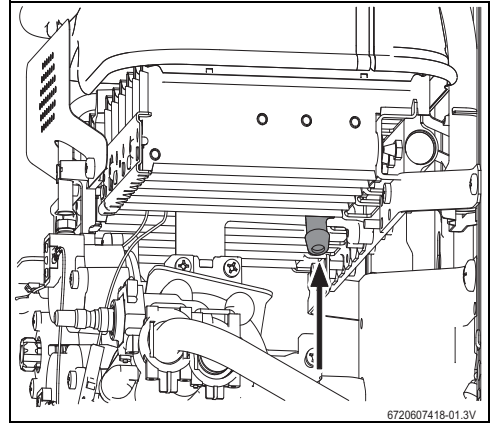

Fig. 12 Punto de medición de presión
- ▶ Liberar el tornillo del punto de medición (Fig. 12).